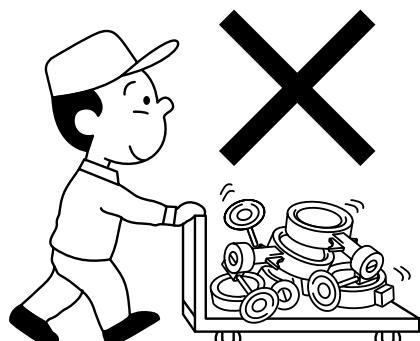

図3
- 積載時の注意：積載はできるだけ梱包状態で、輸送中に荷崩れを起こさないように積載ください。また、開梱された状態で輸送する場合は、製品に無理な力がかかるないよう積載の上、必ずシートをかけ、ホコリなどを防いでください。（図3）